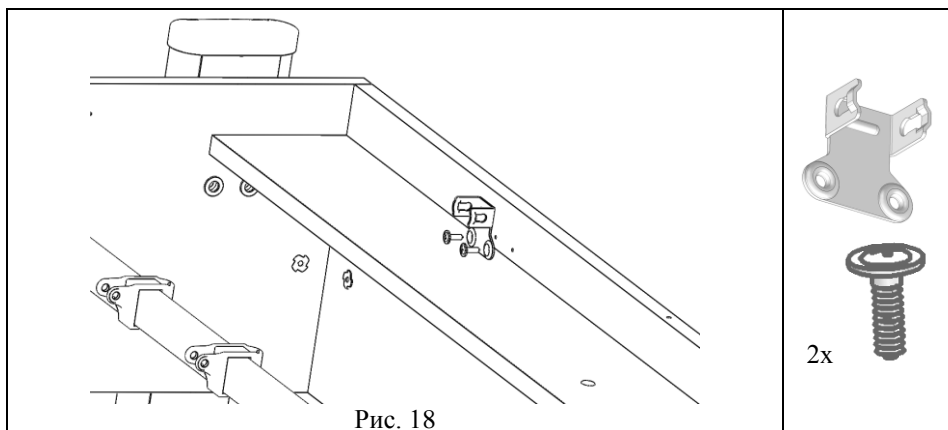

Рис. 18
5.4.1. К сборке по п.5.3.3. прикрутить кронштейн нижний (поз. 2, пакет № 9а) при помощи саморезов с прессшайбой (поз. 2, пакет № 148), см. рис. 18.